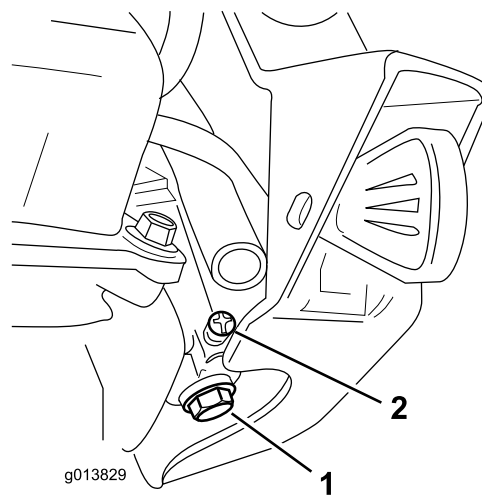

Figure 33
B. Dévissez, mais ne retirez pas, la petite vis sur le côté de la cuve du carburateur (Figure 33) jusqu'à ce que le carburant commence à s'écouler par le carburateur. Vidangez le carburant dans un bidon homologué.